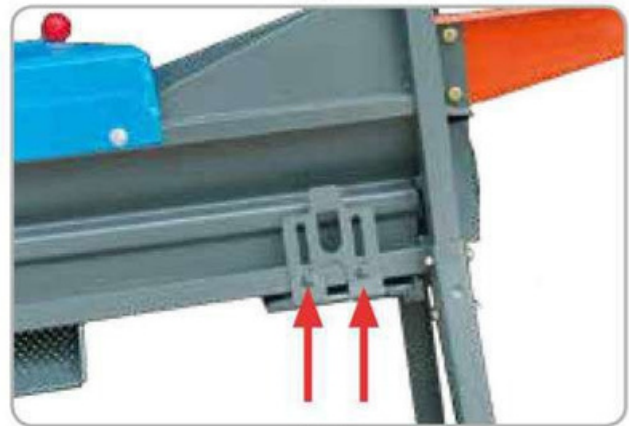

Fig.3
- Montați bridele pentru susținerea motorului electric cu ajutorul a patru șuruburi și piulițe utilizând o cheie hexagonală (fig.3).